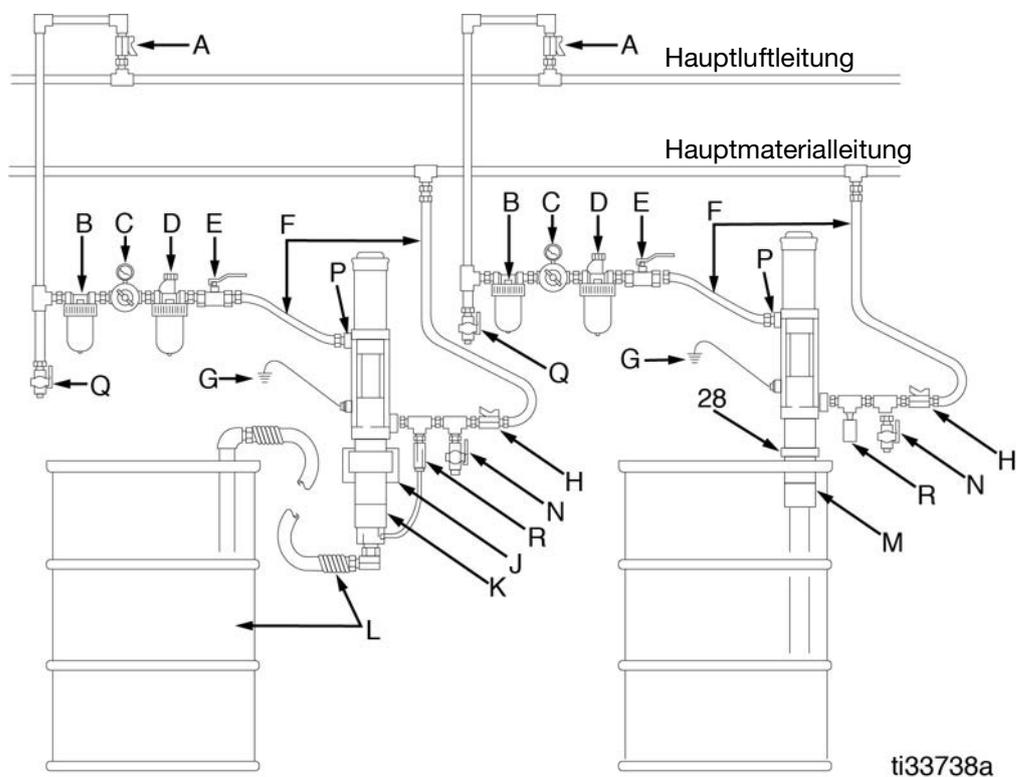

ABB. 1
Die Zubehörteile in der Reihenfolge installieren, wie dargestellt in der typischen Installation in ABB. 1. Die in ABB. 1 gezeigte Installation bietet lediglich einen Anhaltspunkt für die Auswahl und Installation einer Pumpe und stellt keine tatsächliche Ausführung des Systems dar. Kontaktieren Sie Ihren Graco-Händler zwecks Unterstützung bei der Planung eines Systems, welches Ihren Anforderungen gerecht wird.
Siehe ABB. 1, Seite 4.
- **Hauptlufthahn mit Entlüftung (E):** Einen Lufthahn mit Entlastungsbohrung zum Ablassen von Luft, die sich nach dem Schließen der Luftzufuhr zwischen diesem Hahn und dem Druckluftmotor aufgestaut hat, installieren. Ein Hauptlufthahn mit Entlastungsbohrung mit 300 psi (2,1 Mpa, 21 bar), 1/4-Zoll npt(f) ist von Graco erhältlich. Bestellen Sie Teile-Nr. 110223.
- **Ansaugsatz (L):** Der Ansaugsatz wird mit der Universalpumpe zur Wandmontage verwendet. Er enthält ein Ansaugrohr und einen Ansaugschlauch. Bestellen Sie Teile-Nr. 213099.
- **Luftmotoröler (D):** Der als Zubehör erhältliche Luftmotoröler sorgt für eine automatische Schmierung des Luftmotors. Ein 250 psi (1,7 MPa, 17,4 bar), 1/4-Zoll npt(f) Luftmotoröler ist von Graco erhältlich. Bestellen Sie Teile-Nr. 110148.
- **Luftregler und Manometer (C):** Der Luftregler und das Manometer werden zur Steuerung des Luftdrucks und der Pumpendrehzahl verwendet. Ein 0-200 psi (0-1,4 MPa, 0-14 bar) geregelter Druckbereich mit maximal 300 psi (2,1 MPa, 21 bar), 1/4-Zoll npt(f) Luftregler und Manometer sind von Graco erhältlich. Bestellen Sie Teile-Nr. 110147.
- **Luftfilter (B):** Der Luftfilter entfernt Feuchtigkeit und Schmutz aus der Druckluftzufuhr. Ein 1/4-Zoll-NPT(f)-Luftfilter (20 Mikron) mit einem Druck von 300 psi (2,1 Mpa, 21 bar) ist von Graco erhältlich. Bestellen Sie Teile-Nr. 110146.
- **Luft- und Materialabsperrventile (A und H):** Installieren Sie das Luft- (A) und Materialabsperrventil (H) wie in der ABB. 1, Seite 4 gezeigt, um die Pump während der Wartung isolieren zu können.
- **Schnelltrennkupplung und Nippel:** Schnelltrennkupplung und Nippel (ohne Abbildung) dienen zum schnellen Trennen der Luftzufuhr. Die Kupplung (Teile-Nr. 208536) am Einlassschlauch der Pumpe befestigen und den Nippel (Teile-Nr. 169970) am Pumpenluftereinlass (P) installieren.